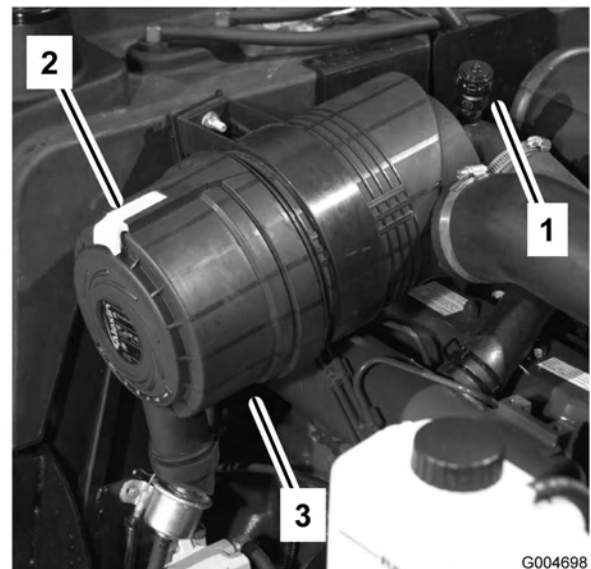

Figura 47
Revise los filtros del limpiador de aire cuando el indicador del limpiador de aire se vea rojo (Figura 47) o cada 400 horas (más frecuentemente en condiciones extremas de polvo o suciedad). No limpie con demasiada frecuencia el filtro de aire.
1. Tire hacia fuera del enganche y gire la tapa del limpiador de aire en el sentido contrario a las agujas del reloj. Retire la tapa de la carcasa (Figura 47). Limpie el interior de la tapa del limpiador de aire.